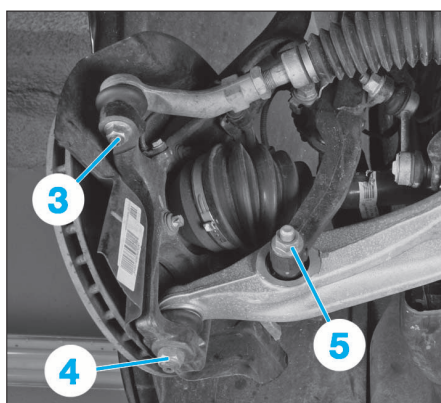

FIG. 2
- Desserrer l'écrou (3) de la rotule de direction (Fig.2) puis l'extraire du pivot.